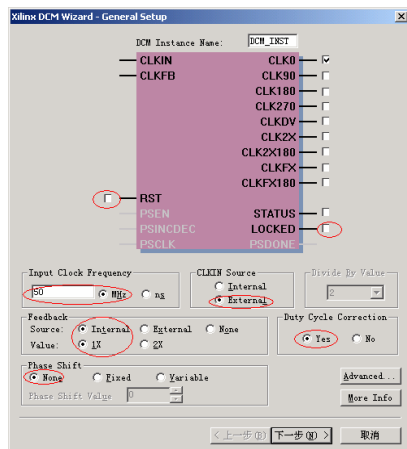

图9-36 设置 DCM 基本参数
(1) DCM 向导界面与 Core Generator 生成 IP 核的界面非常相似, 按照图 9-36 所示设置 DCM 基本参数。各选项的设置含义如下: